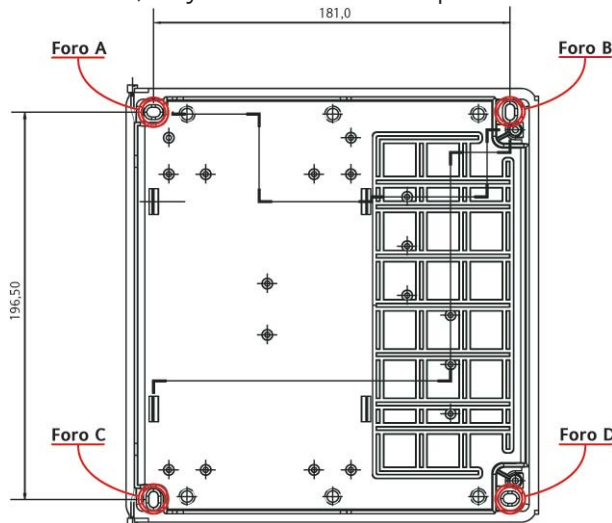

рис.3
❸ Прикрутите основную часть корпуса к стене 4-мя шурупами (не поставляются) по углам как показано на рис. 3.